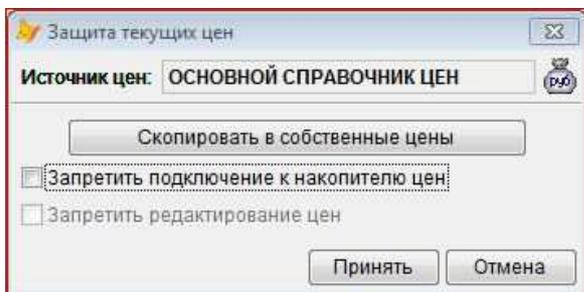

Рис. 2. Окно защиты цен
3. Защита цен. При выборе данной команды открывается окно, показанное на Рис.2:
- После завершения разработки сметы установить защиту можно только на собственные цены. Поэтому, если цены расположены в накопителе, их следует скопировать в собственные цены. Для этого служит кнопка "Скопировать в собственные цены", показанная на Рис.2.